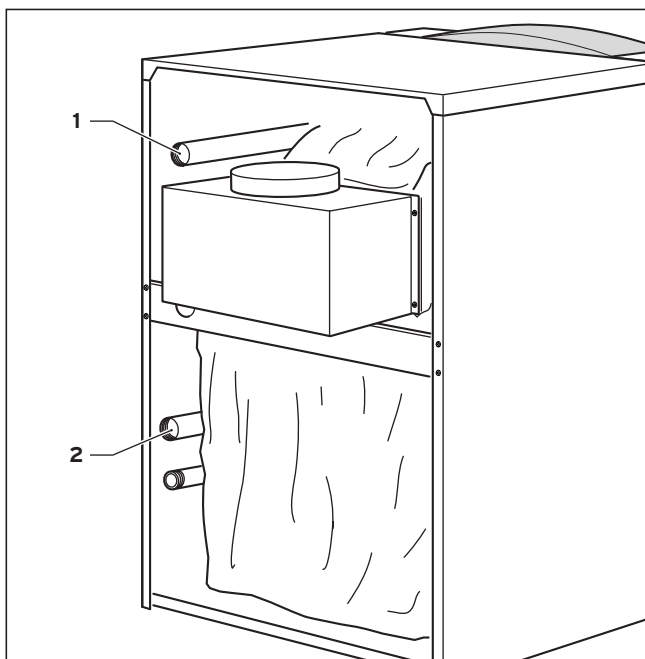

Fig. 4.1 Racordul pe partea de încălzire
- Instalați turul (1) și returul (2) încălzirii conform indicațiilor din fig. 4.1.